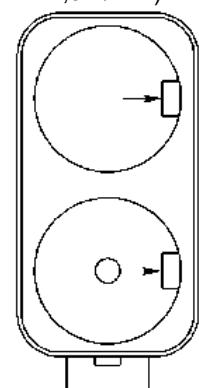

Рисунок 3.
3.4.2. Новые элементы питания (2 шт.) типоразмера D необходимо установить в отсек батарейный 14 (см. рис. 9), в соответствии с полярностью, указанной на внутренней стороне крышки отсека. Для открытия крышки батарейного отсека необходимо повернуть ручку крышки в положение «ON». Для выемки разряженных элементов питания необходимо отогнуть удерживающие прижимы (показано стрелками на рис. 3).